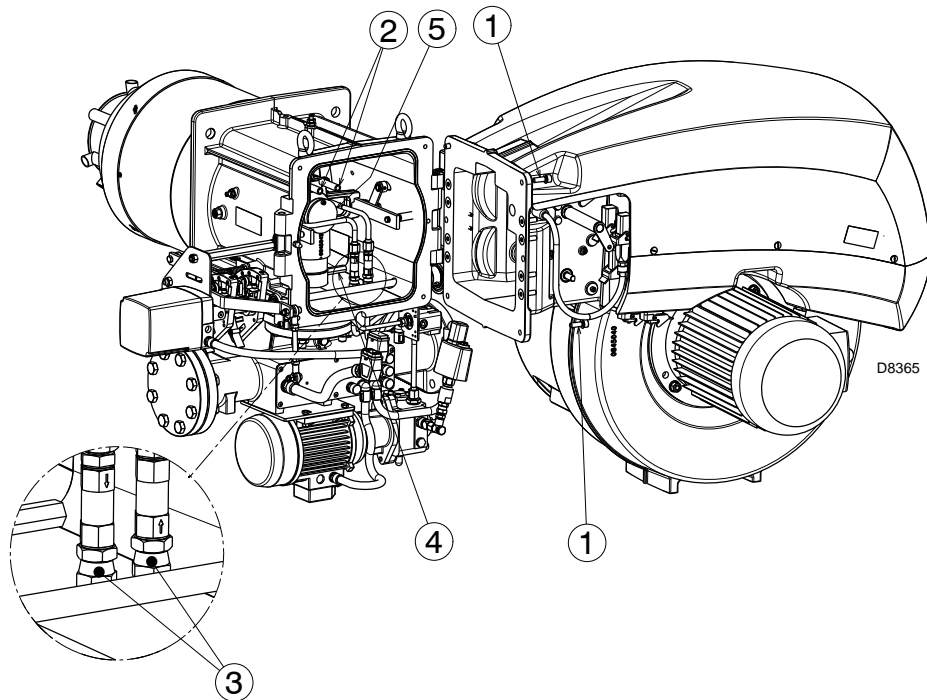

Abb. 11
- Den Brenner gemäß Abb. 11 am Scharnier öffnen, nachdem die 4 Klemmschrauben 1) entfernt worden sind.